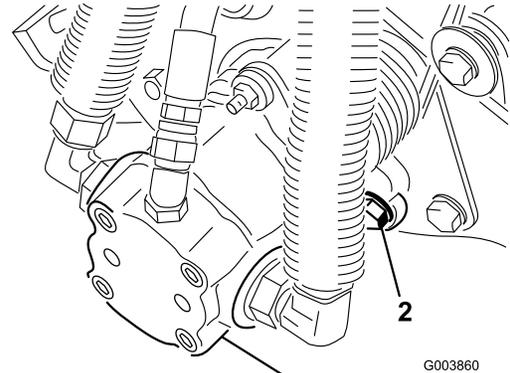

Figure 10
- 7. Installez les écrous de montage du moteur d'entraînement des cylindres sur chaque plateau de coupe (Figure 10). Laissez dépasser approximativement 1,25 cm du filetage sur chaque goujon de fixation.